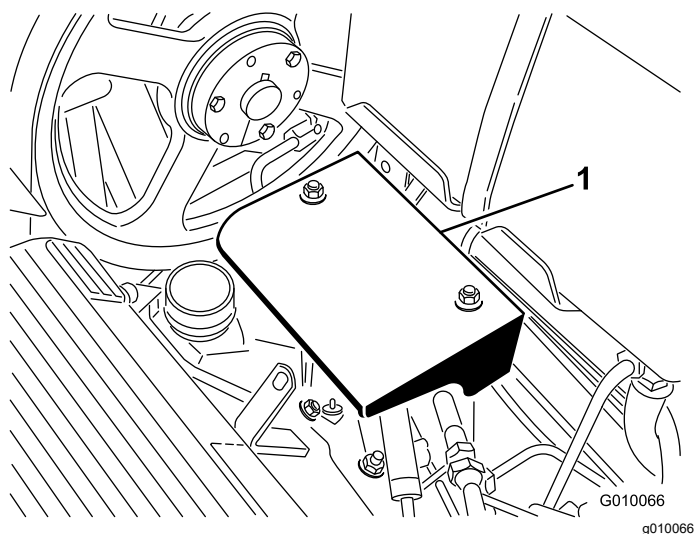

**Figura 57**
3. Retire as 2 porcas de montagem do resguardo da bomba e retire o resguardo (Figura 57).